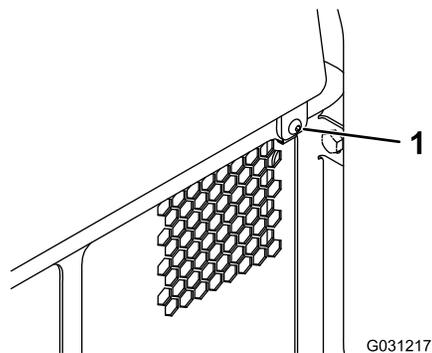

Рисунок 38
- Снимите фиксатор (Рисунок 38).
- Для того чтобы получить доступ к внутренним компонентам, поднимите заднюю крышку доступа (Рисунок 38).